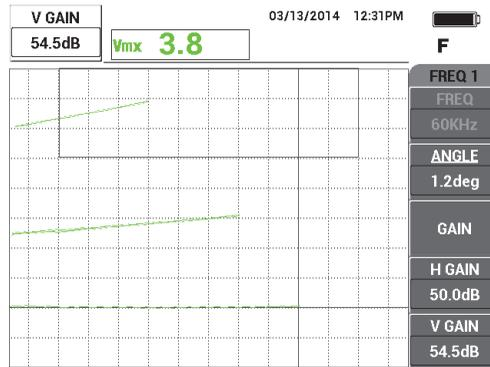

Figura 5-82 Regolazione del guadagno verticale
10. Premere tre volte il tasto GAIN (**dB**) per accedere al parametro **GUAD.VER.** (guadagno verticale) e aumentare il guadagno verticale fino a quando il segnale maggiore raggiunge il 90% dell'altezza dello schermo (vedere Figura 5-82 a pagina 198).